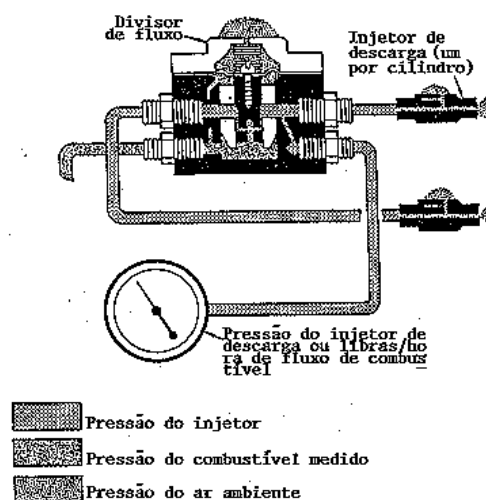

Figura 3-34 Divisor de fluxo.
Com referência ao diagrama esquemático na figura 3-34, a pressão do combustível medido entra no divisor de fluxo através do canal que permite ao combustível passar no diâmetro interno da agulha do divisor de fluxo.
Os injetores de descarga de combustível (figura 3-34) são de configuração sangria de ar. Há um (01) injetor para cada cilindro, localizado na cabeça do cilindro. O injetor de saída é direcionado para o porte de admissão. Cada injetor incorpora um jato calibrado.